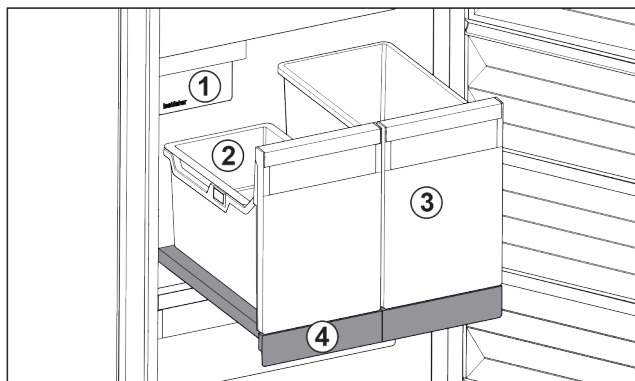

Fig. 103 Выдвижная панель с IceTower
На выдвижной панели находятся два высоких контейнера (IceTower). В контейнере Fig. 103 (2) собираются и хранятся кубики льда из IceMaker. Контейнер Fig. 103 (3) подходит для хранения высоких продуктов, таких, как пицца или алкогольные напитки.